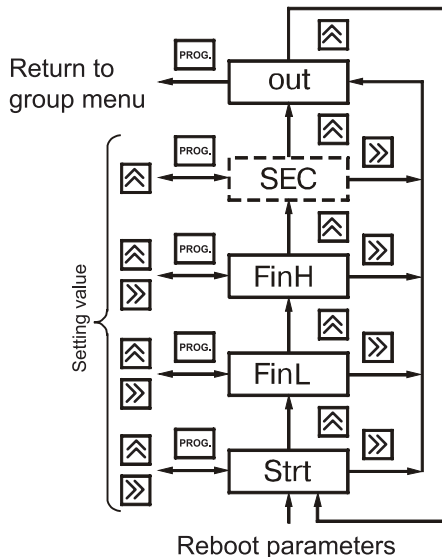

Figure 24.
6.1.7. «**GrouP_b**» group (figure 24) contains